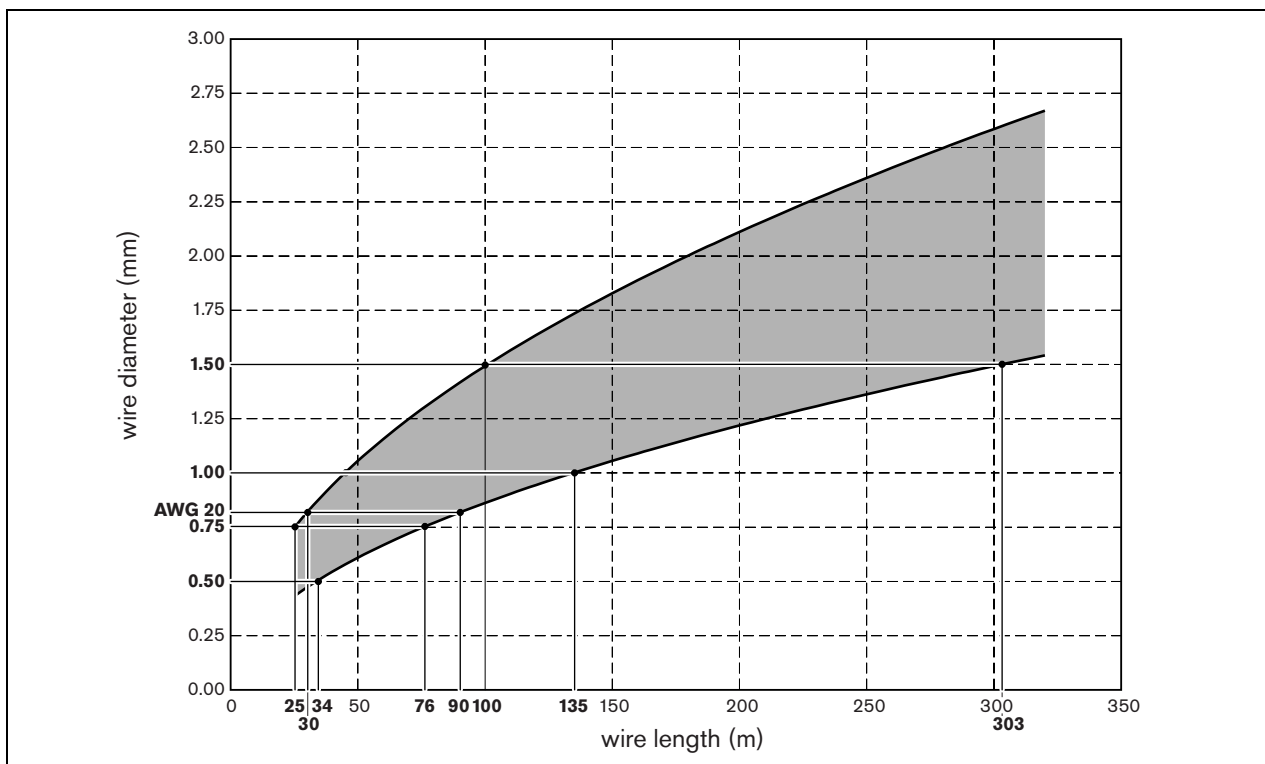

figura 2.9: Diametro del filo elettrico rispetto alla lunghezza del filo elettrico (conduttori in rame)
- 2 Utilizzare la figura 2.9 per ottenere il diametro consentito del filo elettrico.
Per esempio, in una stanza rettangolare di 10 m di larghezza e 30 m di lunghezza, la lunghezza del filo elettrico è di 80 m. In base alla figura 2.9, il diametro del filo elettrico deve essere compreso tra 0,77 e 1,34 mm. Di conseguenza, è possibile utilizzare un filo elettrico AWG 20 o un filo elettrico con un diametro standard di 1,00 mm.